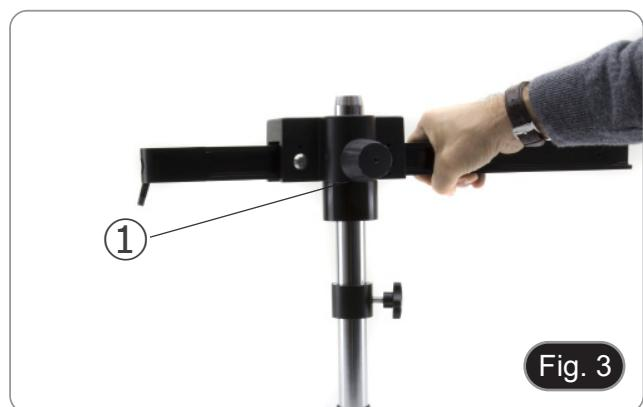

Fig. 3
3. Inserire il braccio orizzontale e bloccarlo con la vite di fissaggio ③. (Fig. 3)